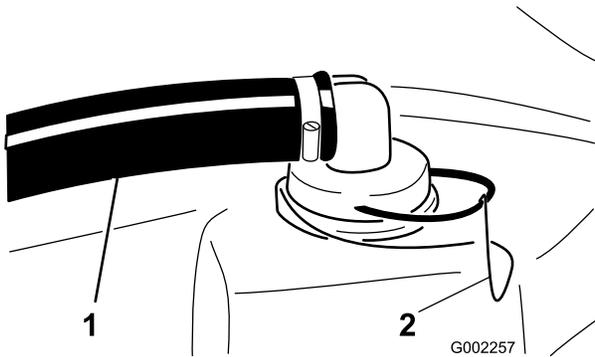

Figure 55
2. Retirez la fixation du raccord rouge monté sur le gros flexible en haut de la cuve (Figure 55).
3. Débranchez le flexible de la cuve (Figure 55).